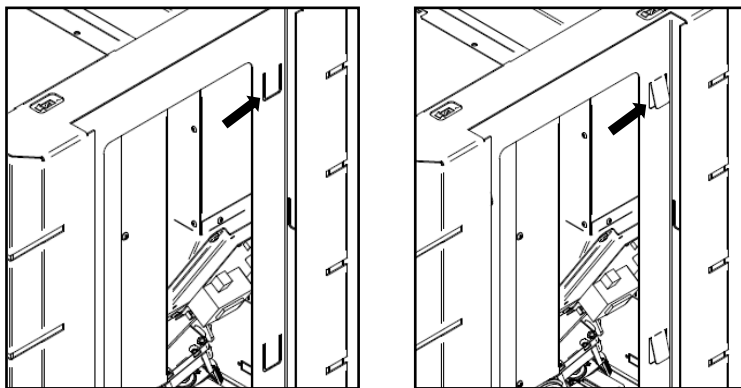

Figura 28 - Apoios da cerâmica e vidro
h) Para colocar a frentes em vidro ou cerâmica no equipamento Kili, antes de realizar o procedimento referido no ponto anterior deve dobrar umas patilhas que se encontram na estrutura lateral (Figura 28), de forma a garantir que as peças não fiquem soltas na estrutura (é necessário virar 6 patilhas).